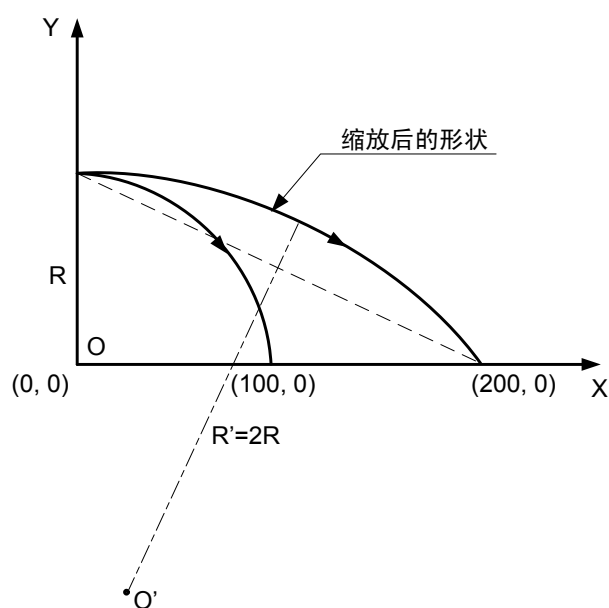

图 2-27 圆弧插补的各轴不同比例缩放
- 当圆弧插补用半径 R 编程时，其半径 R 按各轴比例的较大者缩放，其插补的图形如图 2-27 所示。